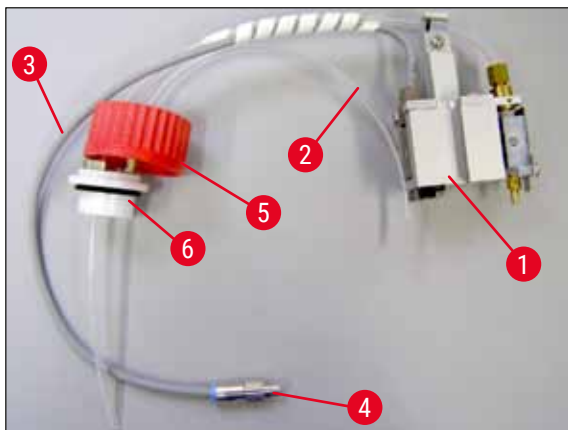

Fig. 10
1. Ta dispensergruppen (→ Fig. 10) ut av emballasjen.